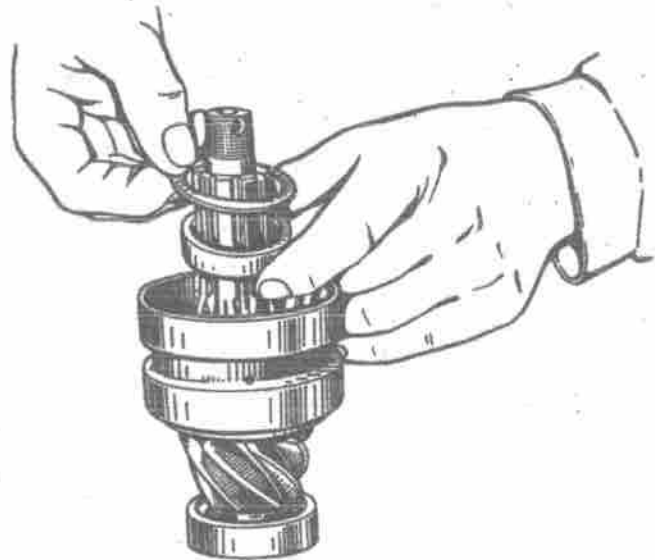

Bild 164. Einbauen der Abstandshülse und der Einstellbeilagen des Antriebsritzellagers
1. Lager auf Antriebsritzel aufpressen. Nachdem das hintere einreihige Radial-Rollenlager aufgedrückt wurde, die Stirnfläche des Zapfens, auf den es aufgedrückt wurde, ankönnen (Bild 163). Die Abstandshülse und Einstellbeilagen des zweireihigen Kegelrollenlagers zwischen den Innenringen anordnen (Bild 164).